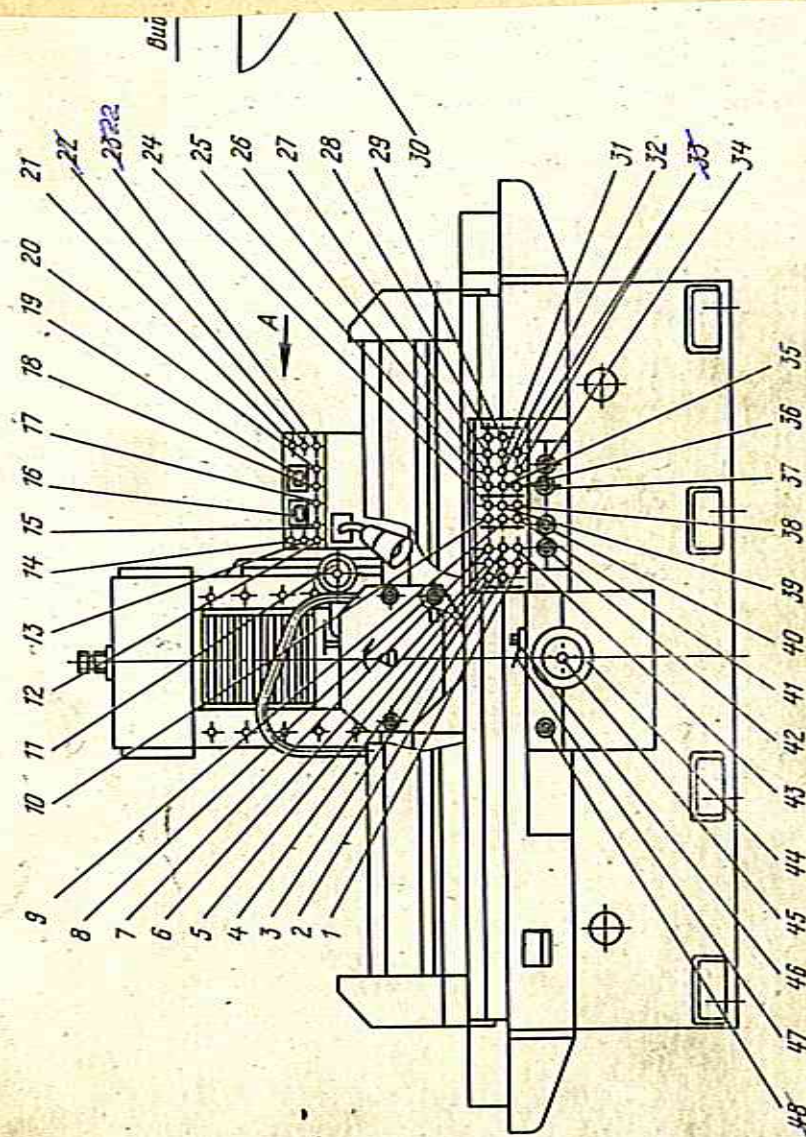

Рис. 5. Расположение органов управления станком
6.1. Общий вид с обозначением органов управления (рис. 5).
Во избежание ударов стола при реверсе с заданием другой скорости на максимальном его расходе, необходимо подстраивать величину хода поворота регуляторов рис. 5 поз. 40, 42